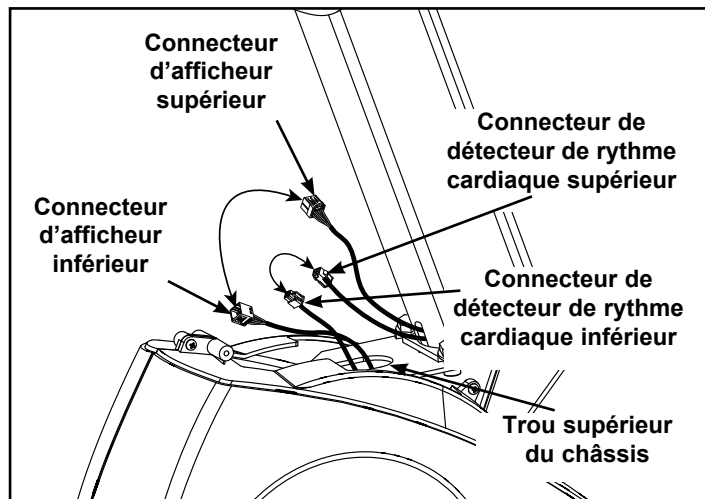

Figure 5
- F. Repérez le connecteur de câble d'afficheur supérieur et branchez-le dans le connecteur de câble d'afficheur inférieur. Reportez-vous à la figure 5.
- G. Repérez le connecteur de câble de système de détection de rythme cardiaque supérieur et branchez-le dans le connecteur de câble de système de détection de rythme cardiaque inférieur. Reportez-vous à la figure 5.
- H. Rentrez chaque connecteur de câble dans le trou supérieur du châssis. Reportez-vous à la figure 5.